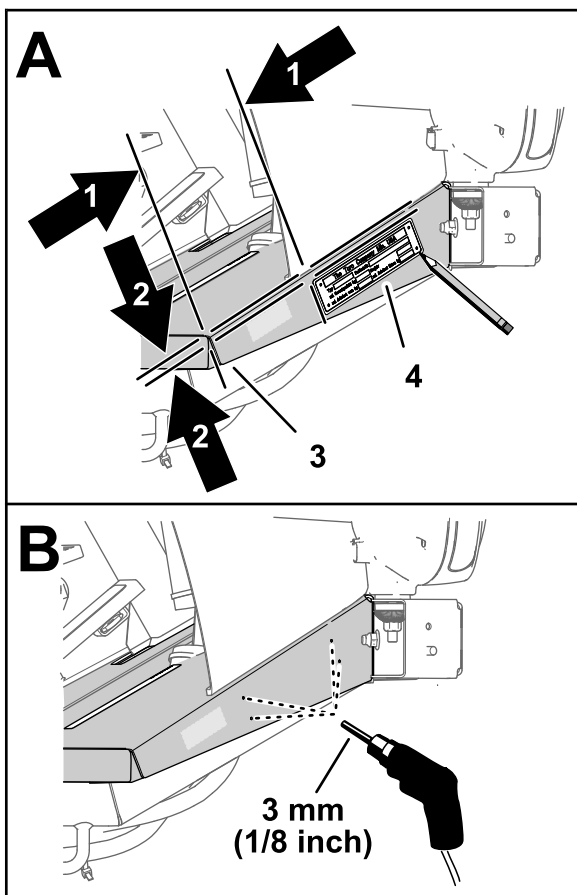

Bild 62
1. Fluchten Sie die linke Kante des Typenschilds (150 mm) von der linken Ecke des Bodenplattenkanals aus, wie in **Bild 62** abgebildet.
2. Fluchten Sie die obere Kante des Typenschilds (150 mm) von der Oberseite der Bodenplatte aus, wie in Bild 62 abgebildet.
3. Markieren Sie die Löcher im Typenschild auf dem Bodenplattenkanal mit einem Stift (Bild 62).
5. Bohren Sie an den Stanzmarkierungen vier 3 mm große Löcher (Bild 62).